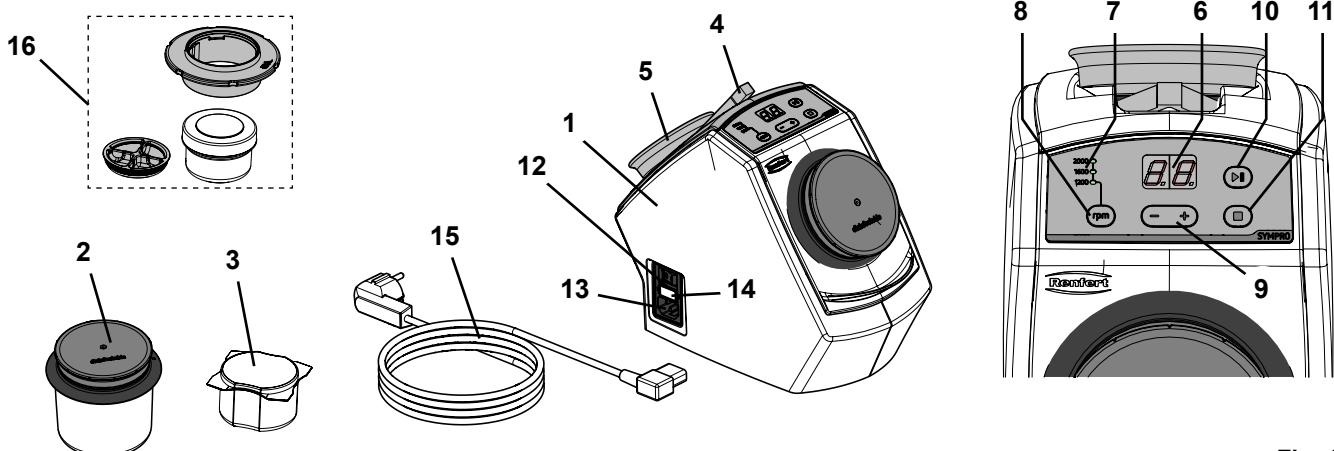

Fig. 1
- ⇒ Mettez en place la pincette cointe et l'aimant de maintien dans le logement situé au dos de l'appareil (Fig. 1).
- ⇒ Veuillez choisir le câble électrique (15, Fig. 1) correspondant aux prises de courant présentes dans votre pays.
- ⇒ Brancher le câble d'alimentation (13, Fig. 1) sur la prise de raccordement au secteur de l'appareil.
- ⇒ Mettre en marche l'appareil en appuyant sur l'interrupteur (12, Fig. 1).
- ⇒ Verser 75 g d'aiguilles de nettoyage (ce qui correspond à une unité d'emballage) dans le bol de nettoyage (2, Fig. 1).
- ⇒ Verser ~ 5 g d'aiguilles de nettoyage dans le Mini-bol SYMPRO (16, Fig. 1).
⇒ Régler le temps de nettoyage avec la touche + / - (9, Fig. 1) (réglage de 0 à 30 min.).
⇒ Régler le régime à l'aide de la touche de sélection du régime (8, Fig. 1).